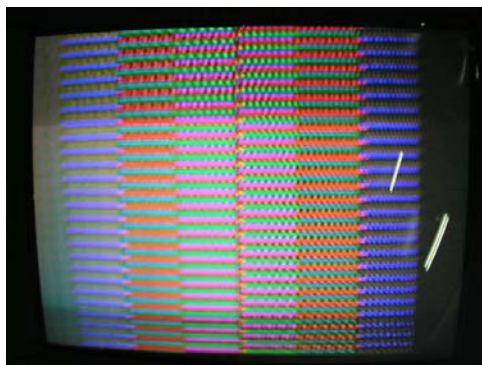

图 3-10 彩色不稳定（移动条纹）的图像
分析：测 TA7698AP⑫脚为 6.5V，⑦脚为 1.2V，说明 ACK 动作。在⑫脚与②脚之间跨接一只 20k Ω 电阻，出现彩色，但色淡，并出现移动彩色条纹，如图 3-10 所示。
检修：测⑫脚电压为 7.5V，在⑫脚与②脚之间跨接一只 20k Ω 电阻，出现如图 3-10 所示的上下慢移彩色条纹。测⑬脚电压为 8.8V，⑱脚电压为 8.5V，且表棒碰触⑬脚就正常，查电阻正常，查 C519 漏电，更换后正常。